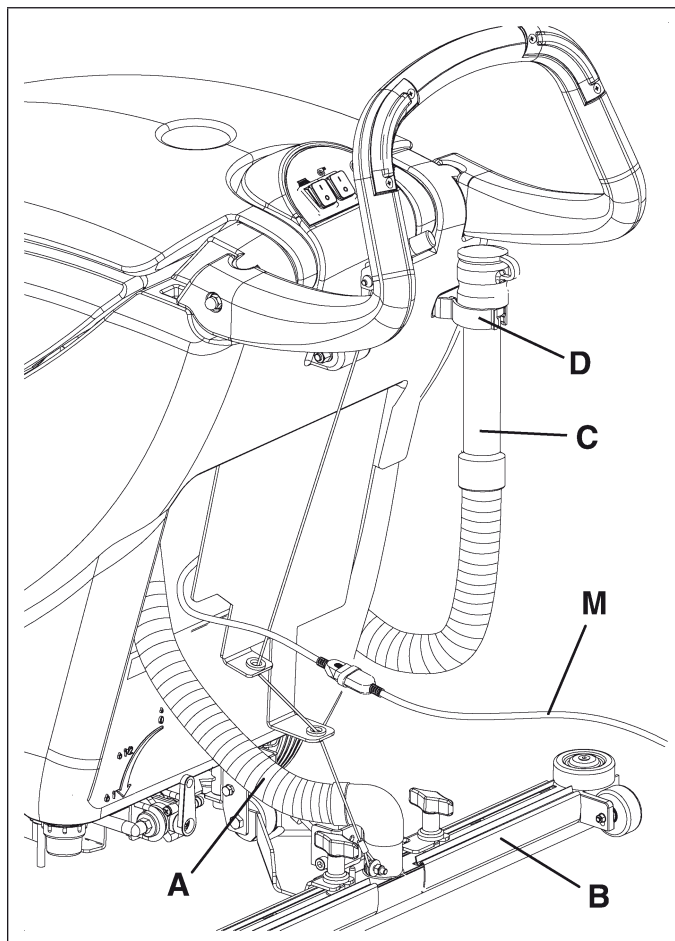

Figure 14
3. Vérifier que le câble d'alimentation (M, Fig. 14) est débranché du réseau électrique.
4. Déconnecter le tuyau d'aspiration (A, Fig. 14) de l'embouchure (B).
5. Déconnecter le tuyau de vidange de l'eau de récupération (C, Fig. 14) du support (D).